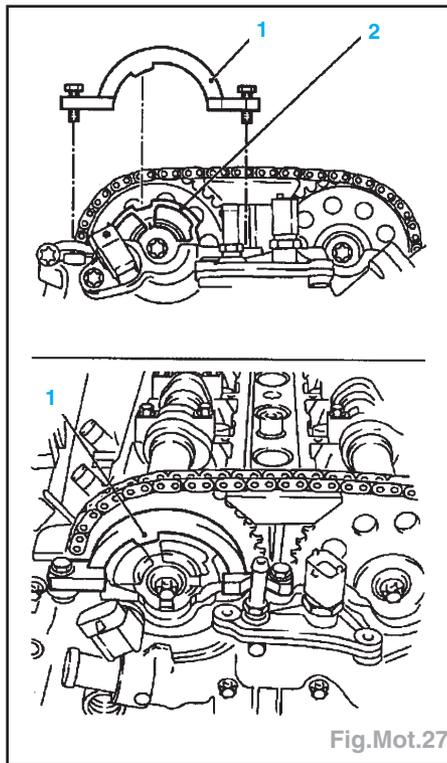

Fig.Mot.27
- Placer l'outil KM-954 (1) sur le disque de capteur de phase (2) (Fig.Mot.27).
- Monter l'outil KM-954 en tournant le disque de capteur (2) jusqu'à ce que l'outil KM-954 (1) puisse être monté sur le carter de distribution (Fig.Mot.27).